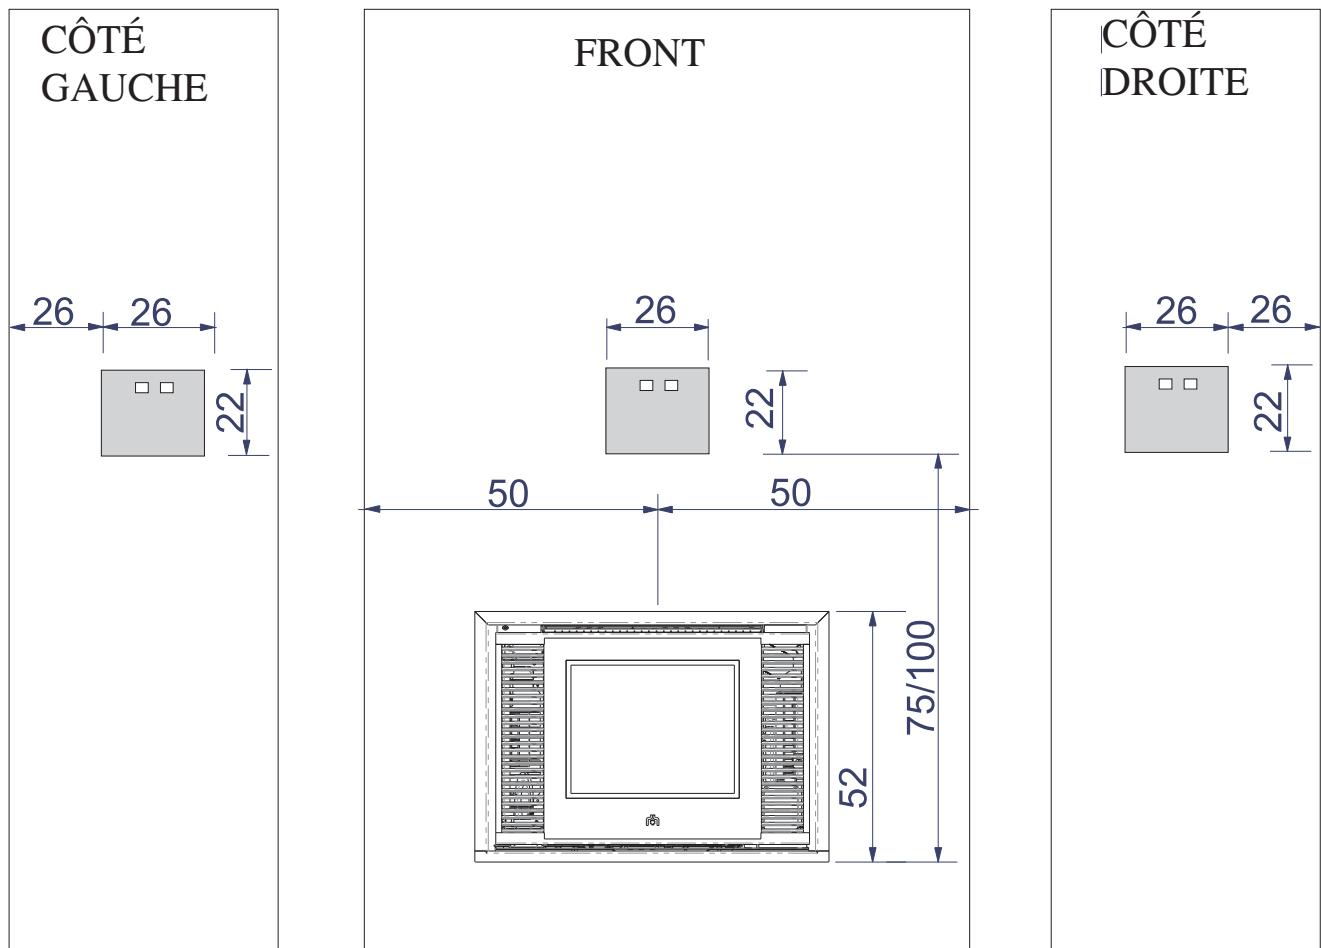
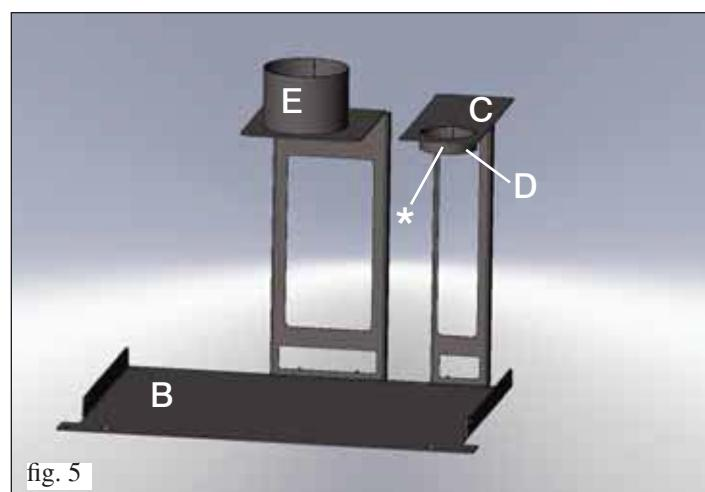

fig. 3
fig. 5
De plus, les plis des parois devront être tournés vers la face avant du support (fig. 3).
• Couper le tuyau à la bonne mesure et enfiler l'embout de ce tuyau au collier de l'étrier de centrage (**E** fig. 3 ci-contre et fig. 5 à la page 49) et le fixer au moyen des colliers fournis.
Assembler le kit de facilitation comme sur la figure 5.
- Enfiler le conduit de cheminée sur le collier de l'étrier (C) en l'appuyant sur la vis appropriée (*) (fig. 5).
- Enfiler le tuyau de chargement des pellets sur le collier de l'étrier (E fig. 5 ci-contre et fig. 3 à la page 47) en le fixant avec le collier fourni.